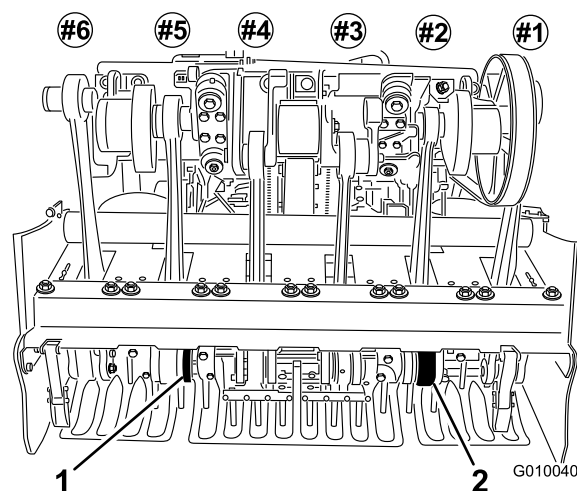

Figura 25
5. Instale os dentes nos suportes de dentes #2 e #5 (Figura 25) Aperte os parafusos.